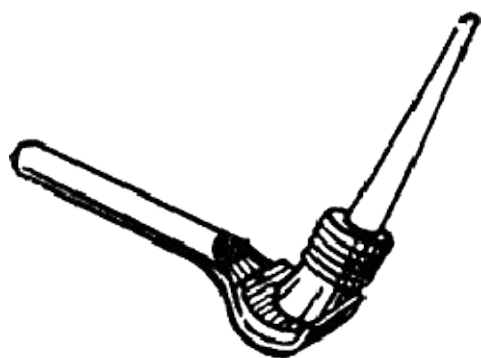

Рис.14.
*Проолифка труб с помощью приспособления (приспособление для окраски труб, кисть, ведро, лестница-стремянка; рис.14, 15, 16). С помощью кисти маляр наносит на вогнутую (оклеенную мехом) поверхность приспособления олифу.*